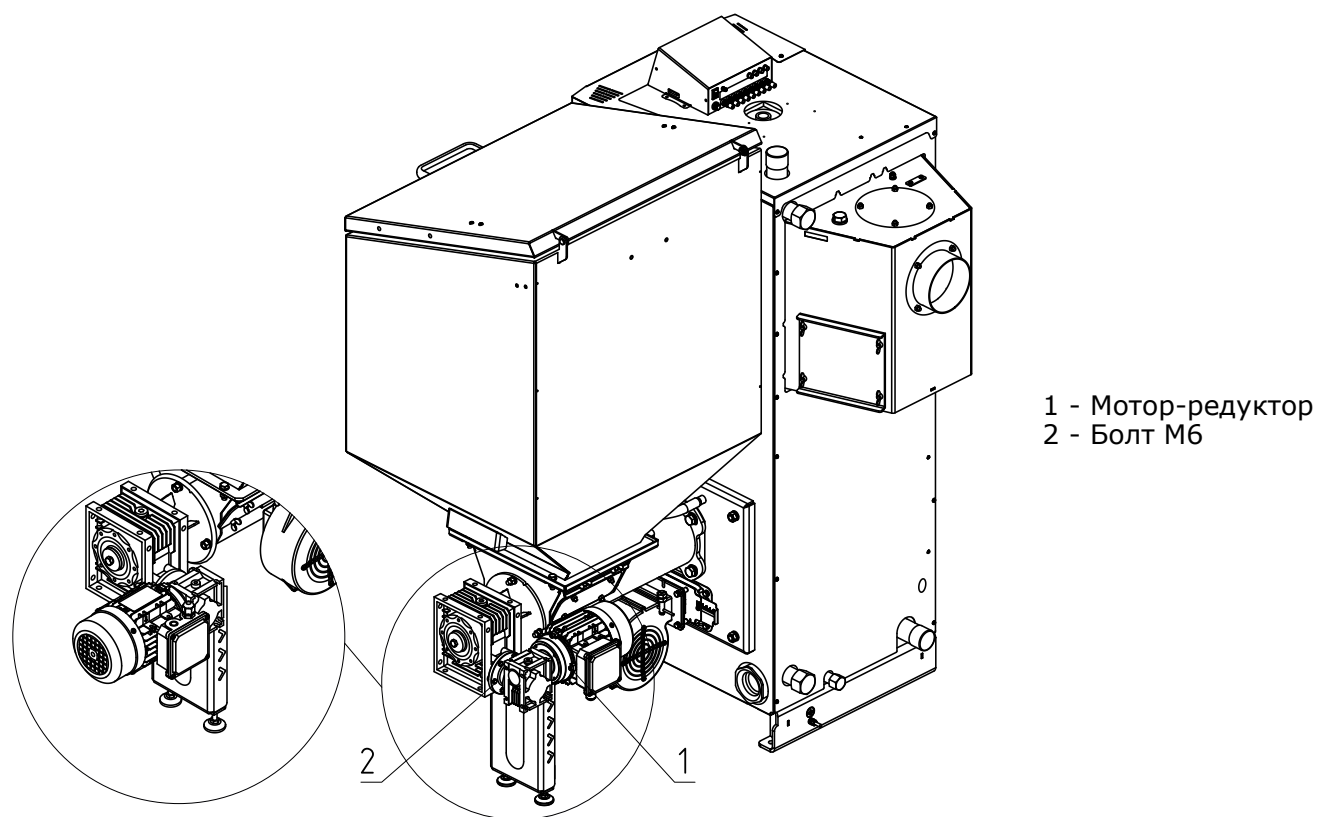

Рис.3 Изменение положения мотор-редуктора
5.4.6.1 В котле имеется возможность поменять положение двигателя мотор-редуктора (Рис.3 поз.1). Для этого выкрутите 4 болта М6 (Рис.3 поз.2), снимите мотор-редуктор (Рис.3 поз.1), переверните его по горизонтали на 180° как показано на рисунке 3, зафиксируйте мотор-редуктор (Рис.3 поз.1) болтами М6 (Рис.3 поз.2).